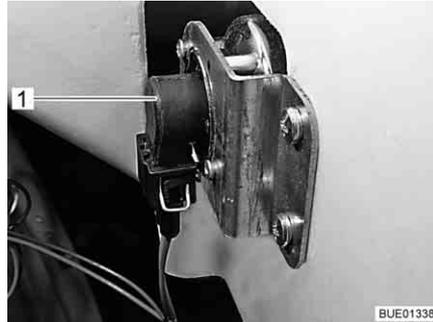

Fig. 255 Indicatore di direzione
- Afferrare dietro il supporto lampada (Fig. 255,1).
- Afferrare dietro il supporto lampada (Fig. 255, 1).